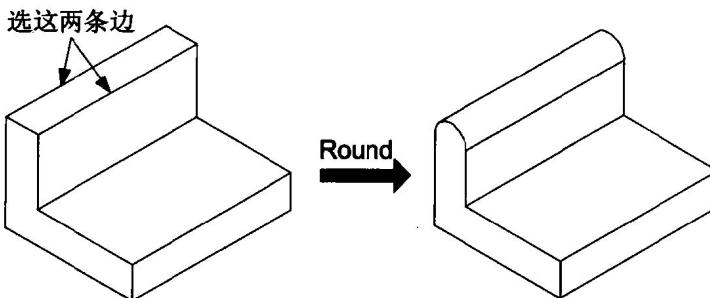

图 1.10
- Edge Pair: 可以选取一对不相邻的边来做全圆角。例如, 图 1.10 就是以 Full Round | Edge Pair 的方式选一个平面的两条边做圆角。